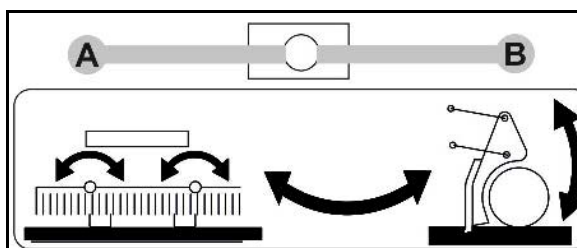

Рис. 27
1. Установите шаровой кран (Рис. 27/1) в положение В.
3. Установите стопорный рычаг соответствующим образом (см. Рис. 27).